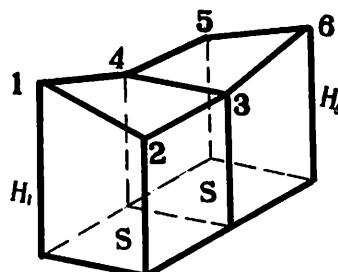

図2 長方形区分法
②は建物敷地の地ならし、土取り場と土捨て場のように広い土地の土積算定に用いる。図2で長方形区分法の原理